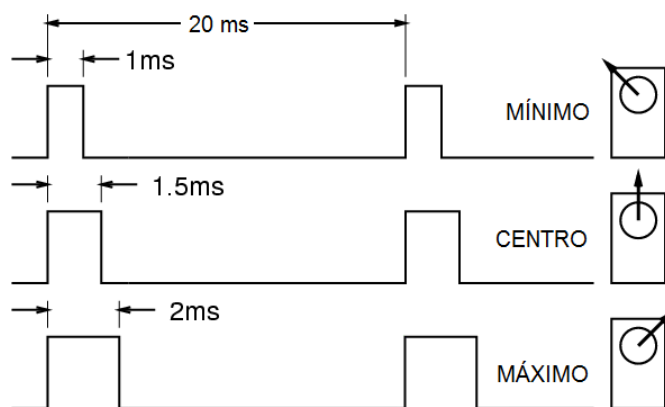
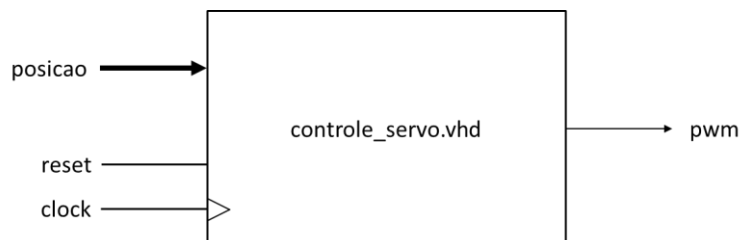

Figura 4 – Sinais de controle de um servomotor.
Figura 7 – Interface do circuito de controle de um servomotor.
Em um **servomotor**, a posição é controlada com um sinal com período de 50 Hz e pulsos com largura de 1 até 2 ms, conforme ilustrado na figura 4. Variando-se a largura do pulso a posição pode ser variada em até 180°.
- Nesta atividade deverá projetado um circuito de controle de um servomotor com formas de onda conforme apresentado na figura 4 (frequência do sinal de 50Hz e largura do pulso em nível alto de 1ms a 2ms). A especificação da interface do circuito de controle de um servomotor é mostrada na figura 7 (entidade `controle_servo`).